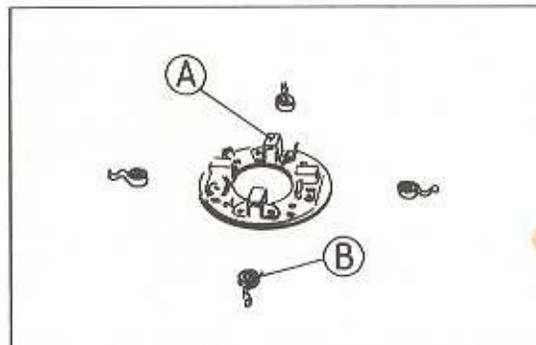

Bild 289
- Dazu die Federn von den Bürsten abheben und die Bürsten aus den Führungen nehmen (Bild 289).